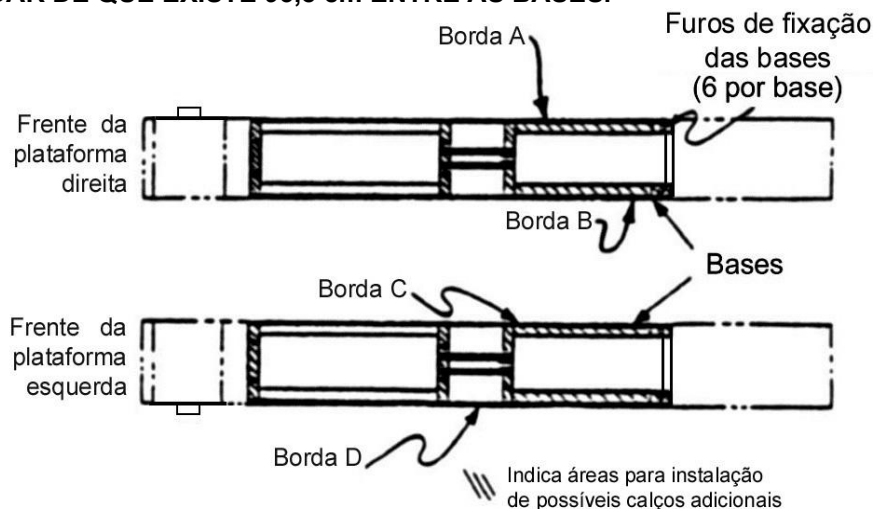

Figura 5: Exemplo de procedimento de nivelamento
2. O ponto mais alto do piso marcado no item 5 do procedimento 5.1 é o ponto a partir do qual as bases serão niveladas. Uma nova e rápida verificação com um nível assentado nas bases, deverá indicar se este é realmente o ponto mais alto;
3. Começando pelo canto imediatamente mais próximo do ponto mais alto, verifique o nivelamento ao longo da borda da base. Instale os Calços de Nivelamento fornecidos (7120-1454-99) sob os pontos de fixação da base conforme necessidade. **Observe as cinco posições críticas onde deverão ser colocados os calços em cada base.** Consulte a Figura 5;
EXEMPLO DE NIVELAMENTO: FIGURA 5